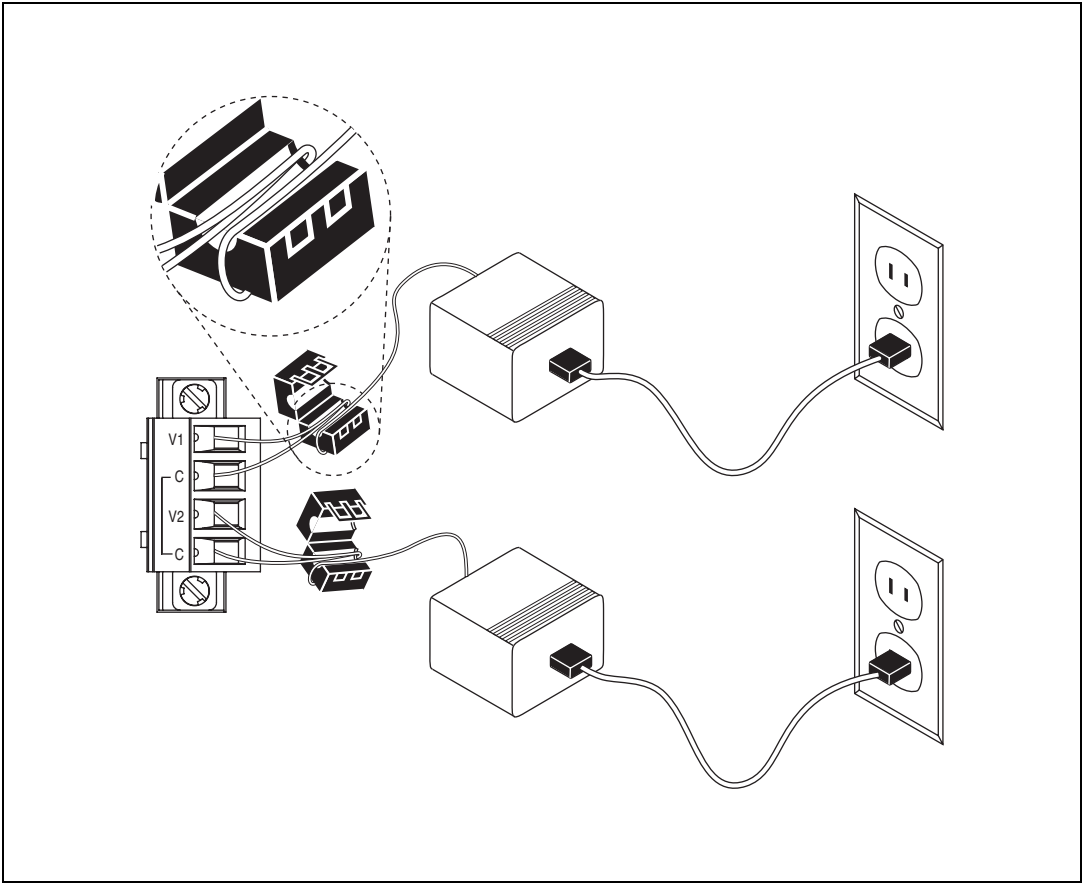

图 4 连接 cRIO-9052 与电源
1. 分别为 V1 和 V2 接线端的正负极导线安装磁箍，将正负极导线一起缠绕在磁箍的一端。图 4 为安装示意图。